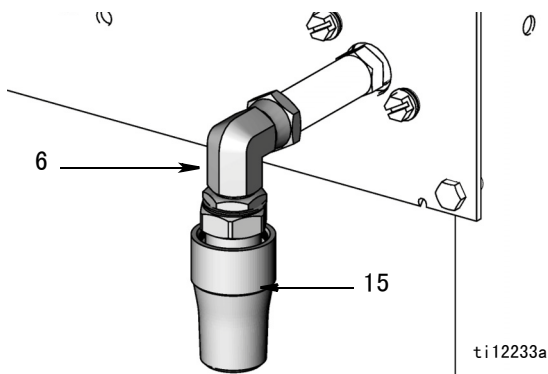

图 26
5. 拧松螺纹套适配器 (13)、弯头 (6) 和旋转喷嘴 (15) 组件并从歧管 (14) 上卸下组件 (图 26)。